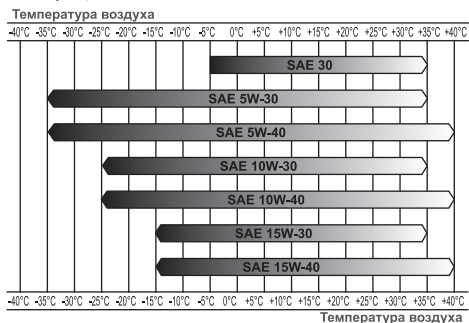

Рис. 2 Определение вязкости масла
*Нельзя применять масло для двухтактных двигателей. Рекомендуется применять моторное масло для четырехтактного бензинового двигателя категории SJ и выше по системе классификации API. Вязкость масла по классификации SAE выбирается в зависимости от температуры окружающего воздуха, при которой будет работать двигатель. При выборе вязкости масла пользуйтесь таблицей, показанной на Рис. 2.*